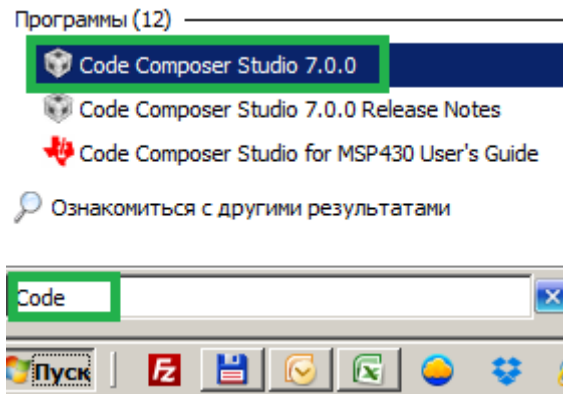

Рис.18 – Меню пуск
- или через меню «Пуск» (рис.18)